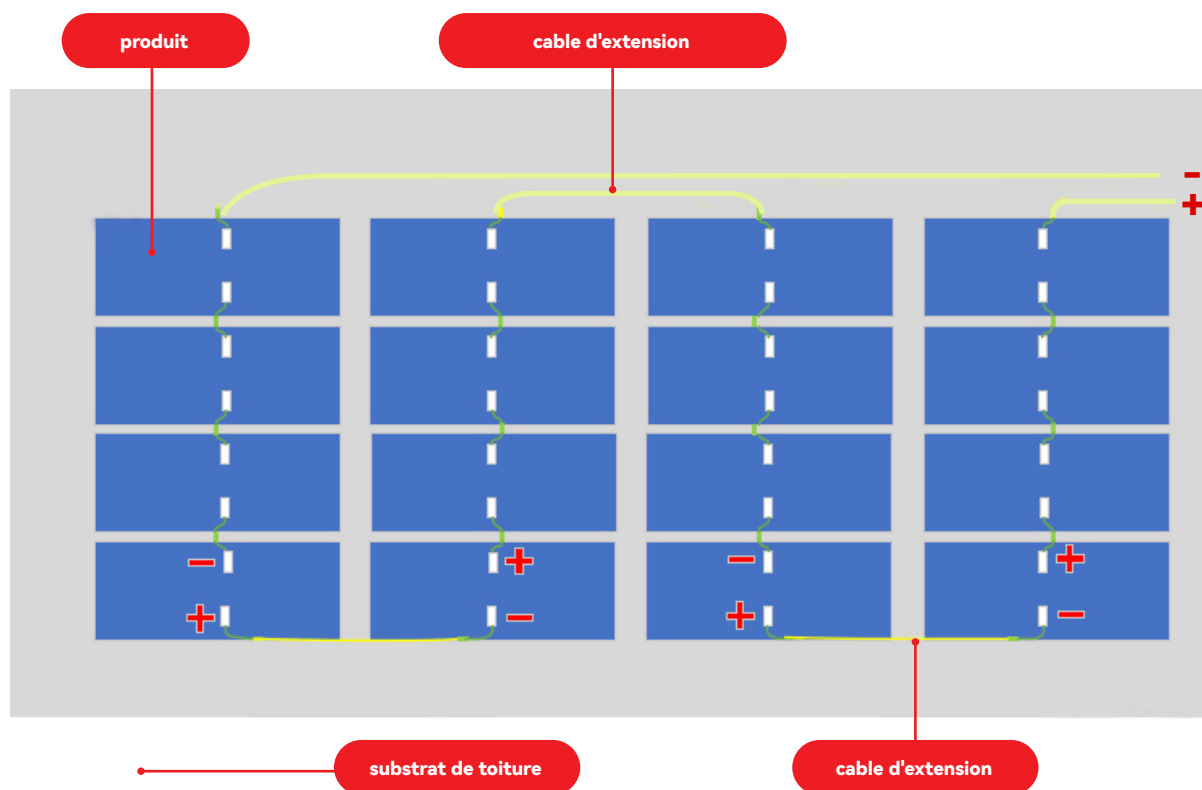

FIGURE 22 INSTRUCTIONS RELATIVES À LA CONNEXION DES CAVALIERS DU PRODUIT (VUE DE FACE)
- ④ Les bornes de câblage doivent être en bon contact. Lors de la connexion en série de chaque partie du produit Galaxy Plus, il est préférable de tester une fois que chaque section est terminée avec un multimètre à la connectivité de la corde.
- ① Câblage conforme au câblage du schéma électrique.
- ② Pour les produits connectés en série, le pôle "+" d'un produit est connecté au pôle "-" d'un autre produit. Des câbles de rallonge sont nécessaires pour connecter des produits entre différentes rangées.
- ③ Veuillez utiliser des câbles de rallonge spécialement conçus pour les applications solaires.
- ④ Lors de l'installation, installez d'abord les produits installés de manière conventionnelle conformément aux dessins, réservez les câbles aux produits qui doivent être pontés et n'installez pas les produits dans les parties pontées. Branchez d'abord la rallonge ici. Faites sortir l'autre extrémité de la rallonge et conduisez-la à un autre endroit à ponter conformément au schéma de câblage. Terminez ensuite l'installation du produit en place. Lorsqu'il est temps d'installer le produit à l'autre extrémité du câble de liaison, terminez l'installation de l'autre extrémité. (Figure 22)